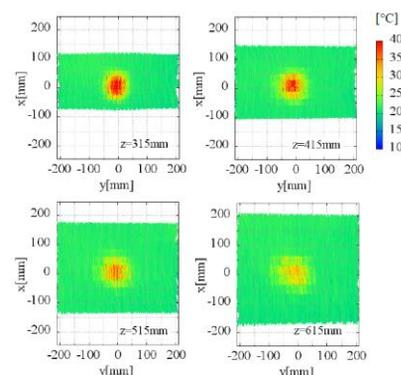

図3 推定壁面に基づいた温度分布図
- 奥行(z)が315 mm、415 mm、515 mmの場合、測定温度は約40°Cであった。また、奥行が615 mmの場合は、解像度が低くなったが、壁面にある熱源を確認できた(図3)。